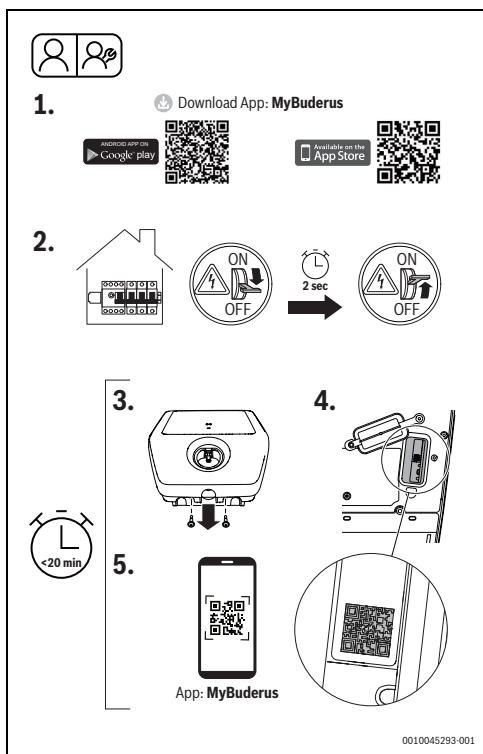

Fig. 67 MyBuderus
- ▶ Couper l'alimentation électrique du Logavolt sur le tableau électrique, puis la rallumer après environ deux secondes (Fig. 67, page 64, étape [2]).
- ▶ Dévisser les deux vis du cache (Fig. 67, étape [3])